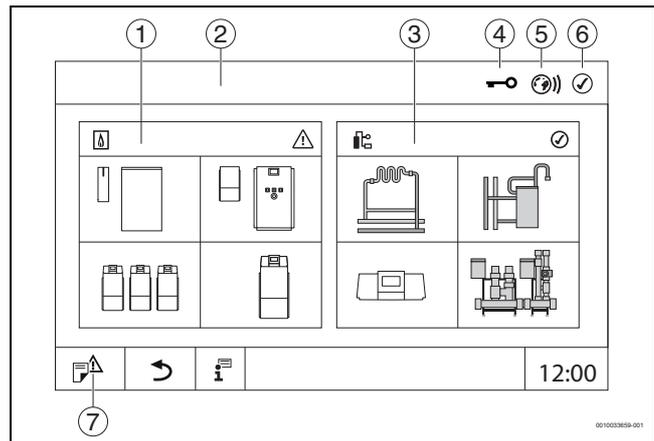

Bild 9 Systemübersicht (Beispiel)
- **Anlage** antippen (→ Bild 9, [3], Seite 16).